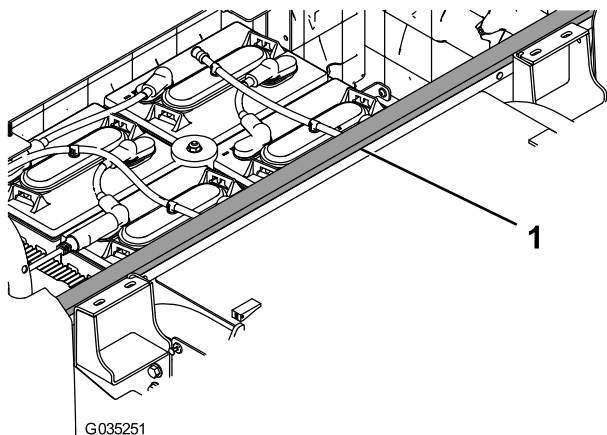

Figura 8
1. Togliete il supporto adesivo dalla tenuta in schiuma sintetica posteriore e applicate la tenuta sulla macchina, come illustrato nella Figura 8.